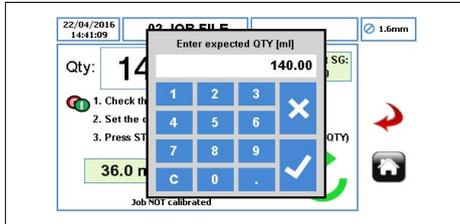

Figure 24 Saisir la quantité prévue
- ▶ Sélectionnez le champ de quantité (QTÉ) comme indiqué à la *figure 24*.